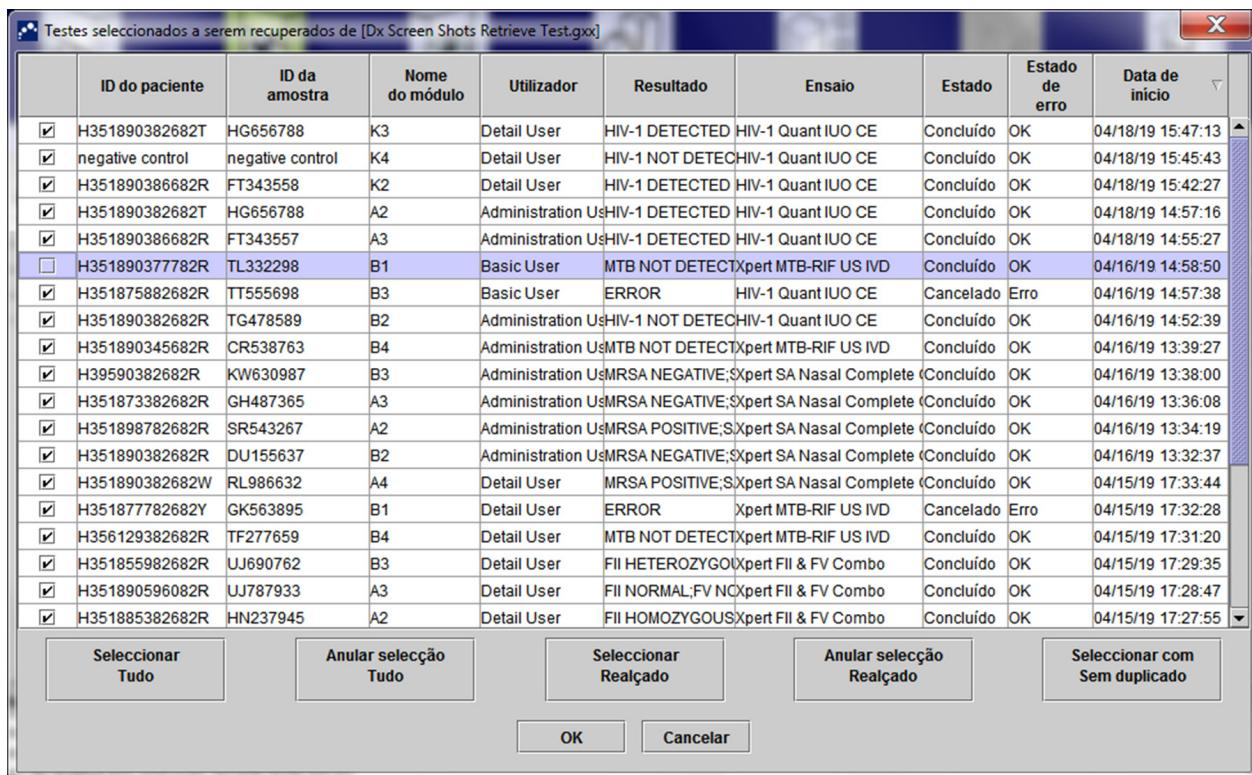

Figura 5-71. Caixa de diálogo Testes seleccionados a serem recuperados
3. É apresentada a caixa de diálogo Testes seleccionados a serem recuperados de (consulte a figura 5-71). Os testes já existentes na base de dados actual são apresentados em texto vermelho. Clique em **Cancelar** na caixa de diálogo Abrir para não recuperar quaisquer testes arquivados.